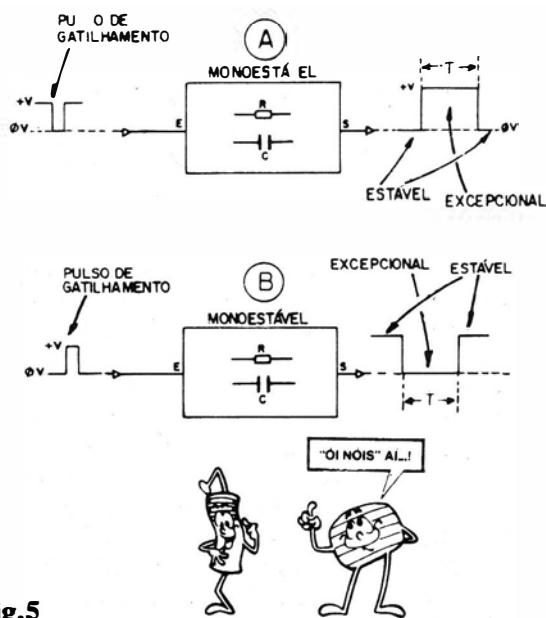

Fig.5
- **FIG. 5 - O MONOESTÁVEL (BLOCO FUNCIONAL)** - A saída de um Temporizador com 555 (assim como a de diversos outros blocos funcionais DIGITAIS, que veremos no futuro...), comporta-se "digitalmente", ou seja: assume, radicalmente, "ESTADOS" de tudo ou nada, em termos de Tensão... Não é possível -sob, por exemplo, uma alimentação de 12V - encontrarmos 5,5V, ou 7,2V, ou 8,6V no pino 3 do dito 555... Sempre teremos "lá", ou "zero" (quase) ou 12V (quase). A
- **FIG. 5-B** - Observem que o termo genérico MONOESTÁVEL refere-se à obrigatoriedade de apenas UMA condição ESTÁVEL na saída do bloco, mas não diz respeito à polaridade ou condição "alto"/"baixo" de tal saída... Assim, um bloco (e existem blocos assim...) que mostre a saída, em "repouso" no estado "alto", e que a partir de um gatilhamento positivo, coloque a dita saída em estado "baixo", pelo período de Temporização (retornando depois à "monoestabilidade alta"...), também é - nitidamente - um MONOESTÁVEL.
De todas as configurações mostradas nas figs. 5 e 6, apenas a primeira delas (5-A) se "parece" com as polaridades e estados realmente obtidos num MONOESTÁVEL com 555. Contudo, todos os arranjos são nítidos MONOESTÁVEIS, já que tal classificação independe das polaridades ou "estados" provisórios ou não dos comandos ou saídas...! Notem que são 4 as possibilidades: